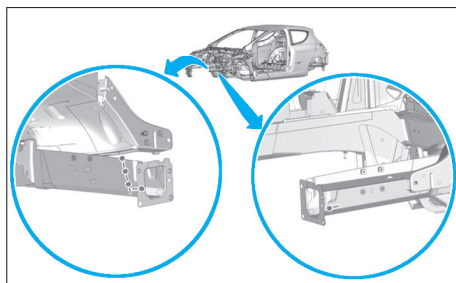

FIG. 7
- Préparer les zones d'accostage des pièces à assembler (Fig.7).